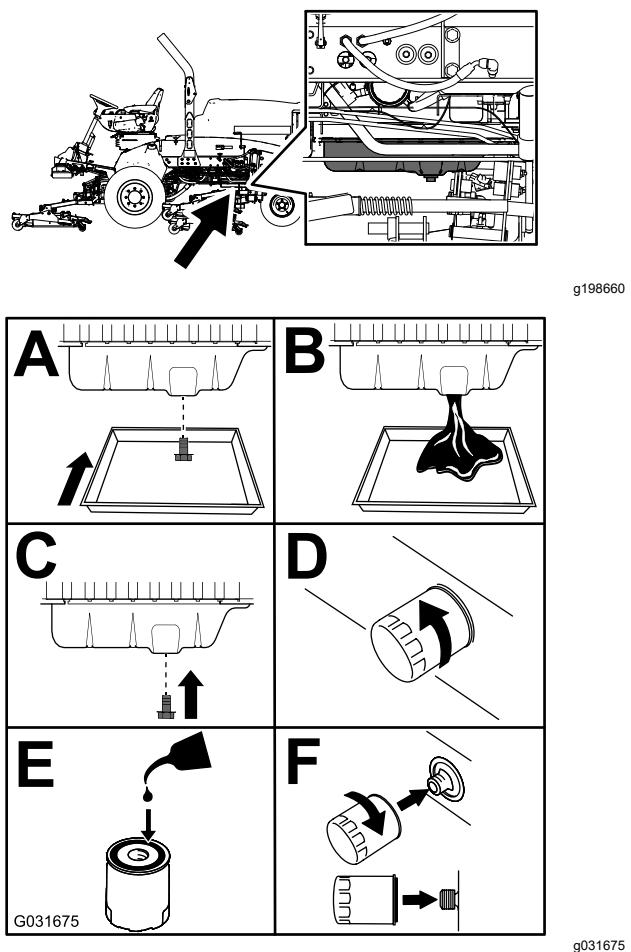

Рисунок 46
3. Замените моторное масло и масляный фильтр (Рисунок 46).